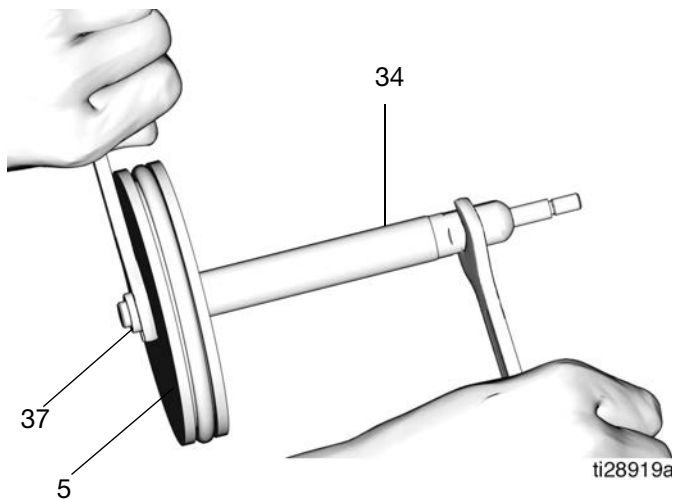

FIG. 22
- b. Séparez la tige de piston (34) et le piston (5) à l'aide de deux clés tournant en sens inverse l'une de l'autre. Placez une clé sur les méplats de la tige de piston et utilisez la seconde clé pour desserrer l'écrou (37) (FIG. 22).